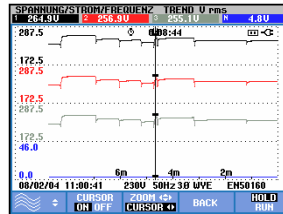

Abbildung 17-5. Trendanzeige mit Cursor
- Drücken Sie F2, um den Cursor einzuschalten. Mit den Pfeiltasten nach links/rechts bewegen Sie den Cursor horizontal entlang der Trends. Der Wert der Trends an der jeweiligen Cursorposition wird in der Kopfzeile des Bildschirms angezeigt, wie in Abbildung 17.5 dargestellt. Beachten Sie, dass die Bildschirmaktualisierung jetzt gestoppt wird (die Aufzeichnung der Daten läuft aber weiter!). In der Betriebsart Trend können maximal sechs Anzeigen aufgezeichnet werden, von denen aber immer nur eine gleichzeitig dargestellt wird. Durch Bewegen des Cursors über die linke oder rechte Begrenzung des Bildschirms hinaus wird die nächste Anzeige eingeblendet.